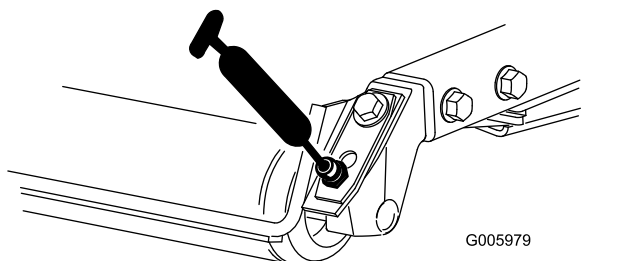

Figura 86
- Rulmeni cu role spate (2 per unitate de tăiere), aa cum se arată în Figura 86